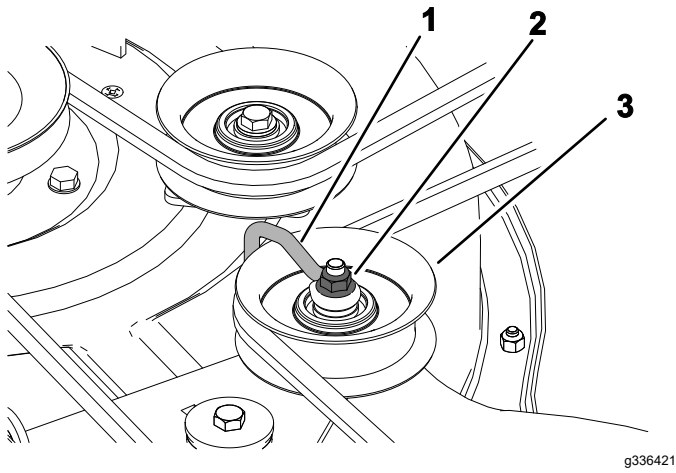

Figura 49
2. Tornillo (3)
- Afloje la tuerca que sujeta el soporte de alambre a la polea tensora (Figura 49).
**Nota:** Coloque el soporte de alambre contra el brazo tensor, como se muestra en la Figura 49.